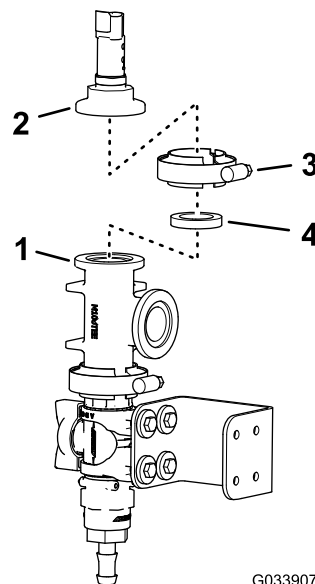

Figura 14
6. Alinee la brida del transductor de presión con la brida del acoplamiento en T, según se muestra en **Figura 14**.
- Monte el transductor de presión en el acoplamiento en T con una junta y una brida de fijación, y apriete la brida a mano (Figura 14).